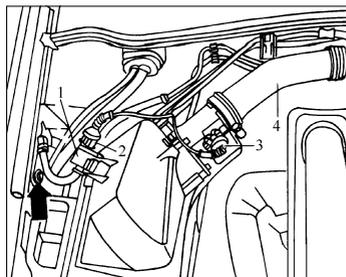

图 2-10 拔下空气流量计和活性炭罐电磁阀的插头
22) 拔下空气流量计和活性炭罐阀的插头 2 和 3 (图 2-10), 将导线放置一旁。
23) 从空气滤清器壳体上拔下活性炭罐阀 1 (图 2-10)。
24) 松开图 2-10 箭头所示螺栓, 将空气滤清器壳体连同进气导管 4 一同拆下。